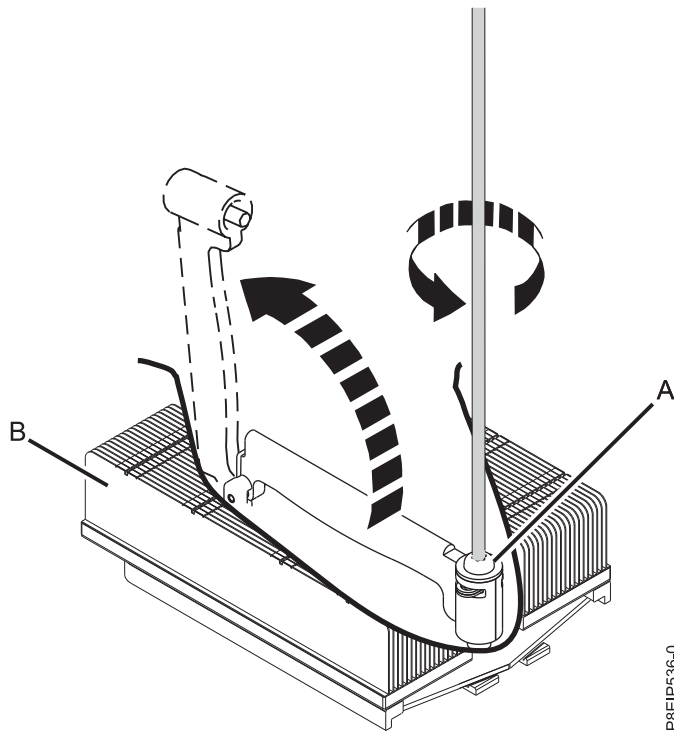

Figura 51. Aflojar el tornillo del brazo de carga del dissipador térmico
3. Afloje el tonillo del brazo de carga (A) del disipador térmico (B) que está extrayendo con un destornillador Phillips #3. El brazo de carga gira en la dirección que se muestra en la Figura 51 en la página 49.